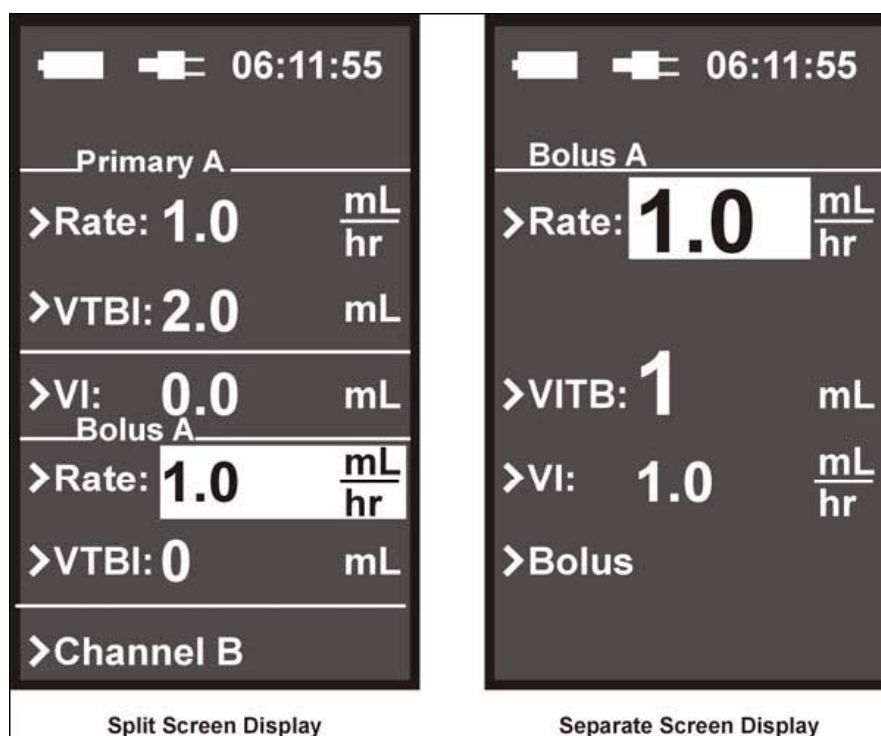

Figura 4-3. Display programmazione bolo
- b. Se si parte dalla schermata principale apparirà un secondo display per la funzione Bolo (**Vedere Figura 4-3**)